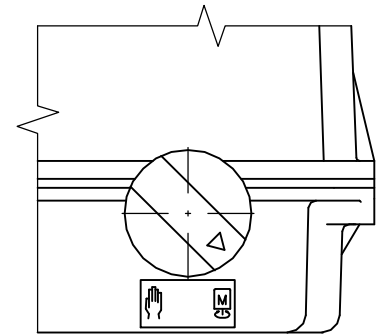

Рис.10
- кнопкой ручного управления вращаем вправо (Рис.10) - Δ на кнопке совпадет со символом руки), тем разомкнем передачу прибора. При приборах с рычагом надо держать рычаг, чтобы аппарат при нагрузке не натолкнулся на конечную позицию.